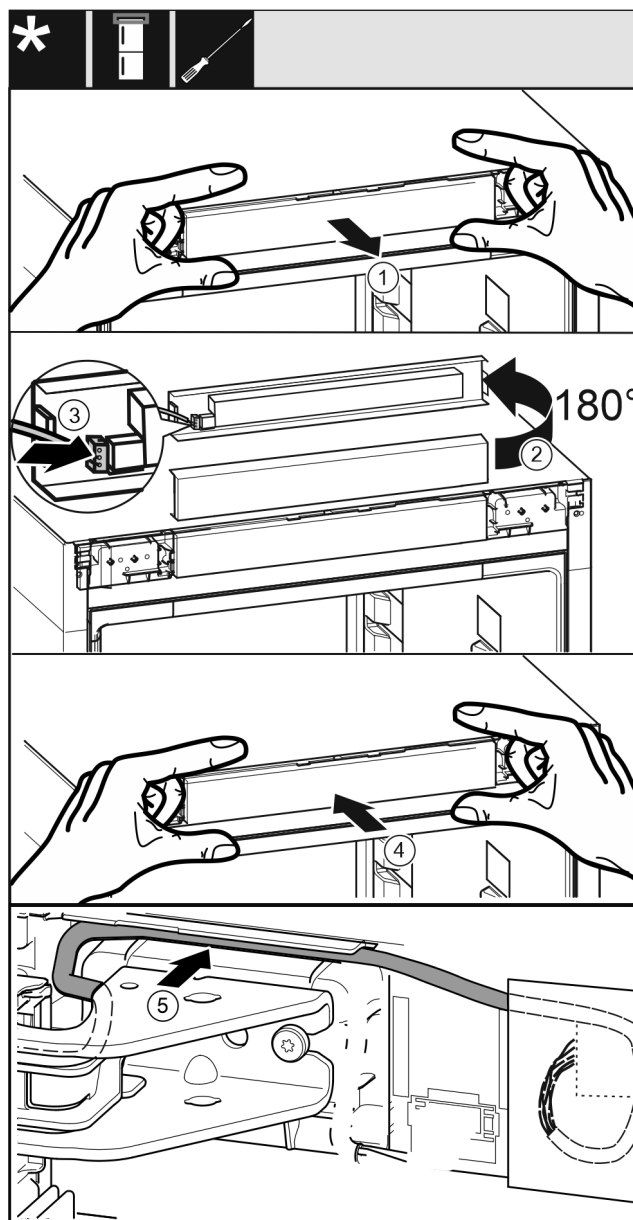

Fig. 48
- ▶ 小心地取出控制面板 Fig. 48 (1)。
- ▶ 将控制面板 Fig. 48 (2)向上旋转 180°。
- ▶ 将插头 Fig. 48 (3)卡紧在控制面板上。
- ▶ 将控制面板 Fig. 48 (4)重新卡紧在冰箱上。
- ▶ 将电缆 Fig. 48 (5)通过上方托架小心地放置到导向装置中。